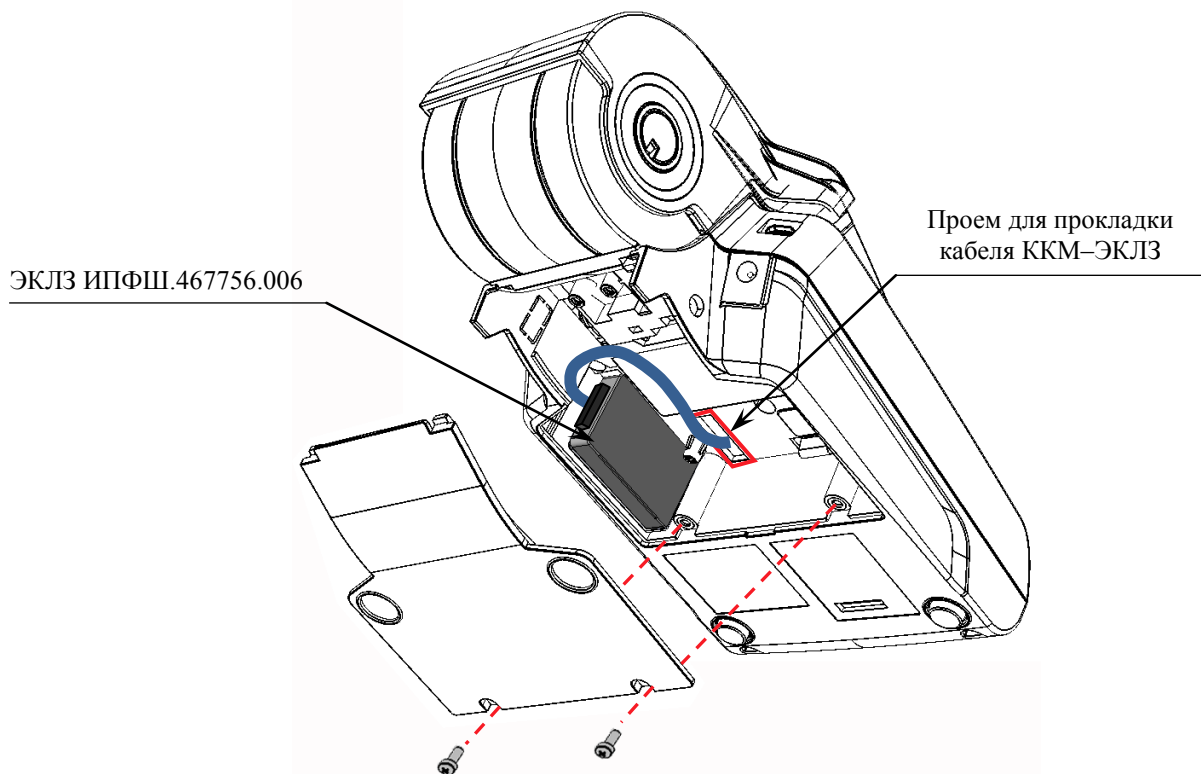

Рисунок 12. Расположение ЭКЛЗ в нижней части корпуса изделия
6. Отсоединить ЭКЛЗ от поверхности корпуса и отключить кабель ККМ-ЭКЛЗ (смотрите рисунок 12).